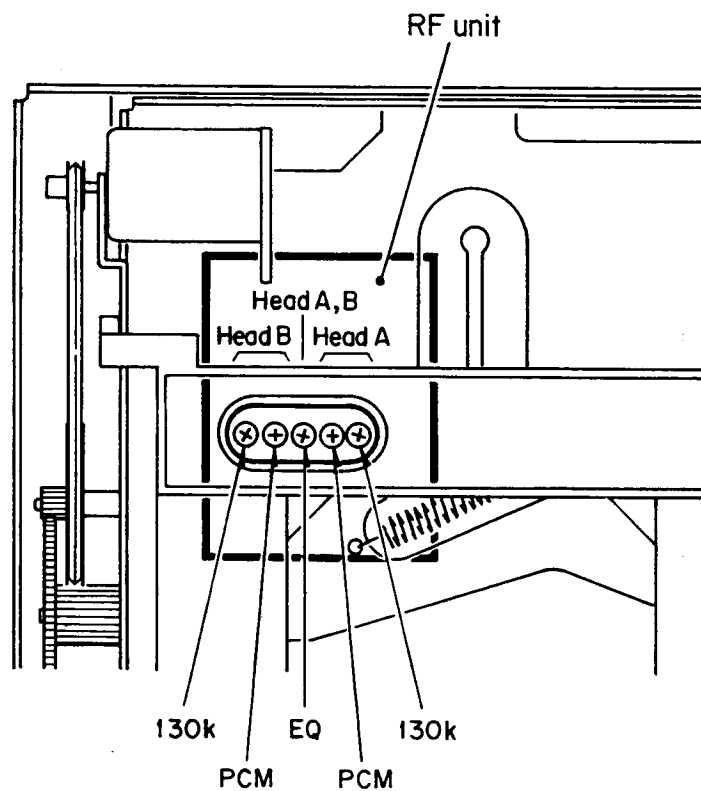

Fig. 4-8
If the values do not fall within the standard range even after performing procedure 12-2, adjust the recording current control VR PCM (Fig. 4-8) on the RF unit, then repeat procedure 12-2 until the values are as per 12-2.
12-2項で規格に入らない場合は、RFユニット内の記録電流調整用半固定抵抗 PCM (図4-8)を調整後、12-2項を再度確認し規格に入るまで繰り返す。
If the values do not fall within the standard range even when procedure 12-5 has been performed, adjust the recording current control VR130K (Fig. 4-8) on the RF unit, then repeat procedure 12-5 until the values are as per 12-5.
12-5項で規格に入らない場合は、RFユニット内の記録電流調整半用固定抵抗 130K (図4-8)を調整後、12-5項を再度確認し規格に入るまで繰り返す。
- 2) Load the function test tape TY-7551, then play back PGM No. 13; at this time, as shown in Photo 4-5 3, turn control EQ (Fig. 4-8) on the RF unit both ways until there are the least possible error flags.
- 2). ファンクション用テスト・テープ TY-7551を装着し、PGM NO.13 を再生したとき、写真4-5 3 の様にエラー・フラグが最少になる位置に RF ユニット内のEQ調整用半固定抵抗 EQ (図4-8) を左右両方向に回してみて調整する。